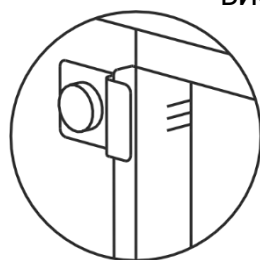

Рисунок 5 — Метки для заполнения термостата
2.2.7 Заполнить ванну термостата теплоносителем через одно из отверстий рабочих мест до средней метки (рисунок 5) на лицевой панели внутри смотрового окна. Температурный диапазон применения теплоносителя должен соответствовать значениям, указанным в 1.2.6.